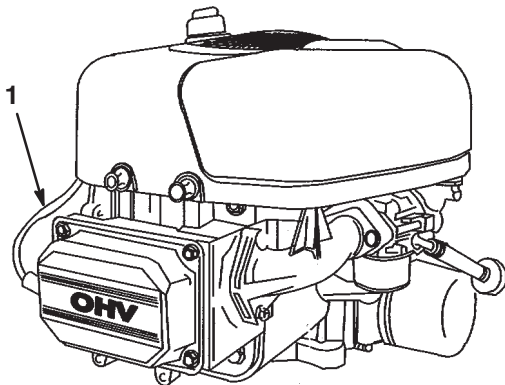

Bild 25
4. Ziehen Sie den Zündkerzenstecker ab (Bild 25).
3. Stecken Sie den Zündkerzenstecker wieder auf die Zündkerze auf (Bild 25).